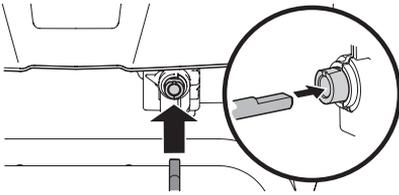

Figure 39
5. Insérez l'autre extrémité de la tige de commande dans le raccord sous le tableau de commande. Alignez l'extrémité plate de la tige avec l'extrémité plate du raccord. Il faut peut-être faire pivoter la tige pour que les deux extrémités plates s'alignent. Voir Figure 39.